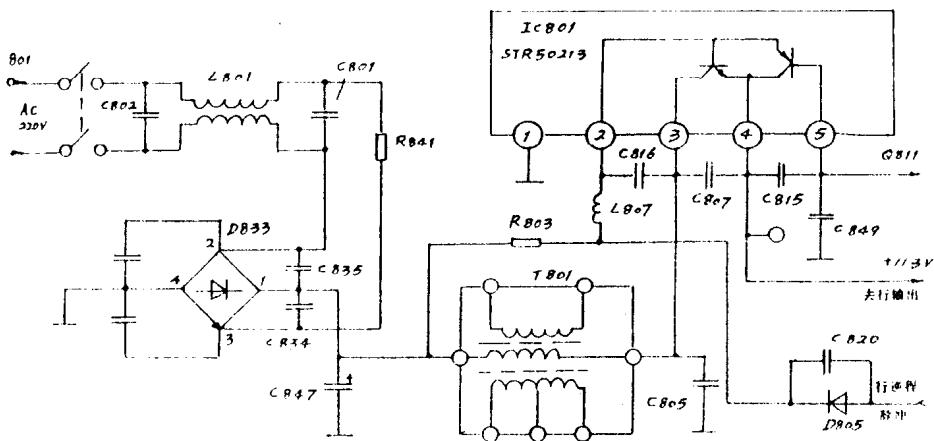

图 1—7
用 $R \times 1\text{k}$ 档继续往下检查开关电源电路。相关电路见图 1—7 所示。该机开关电源电路主要由 IC801 (STR50213) 和 T801 等组成。首先测量 IC801 的③、④脚的阻值，结果发现其正、